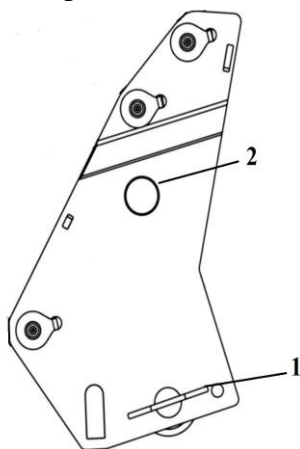

Рисунок 14 – Стойка:
Стойка (см. рис. 14) представляет собой сварную конструкцию, состоящую из двух кронштейнов и соединенные между собой бобышкой поз. 2, при помощи которой фиксируется подъемное устройство на панель навески. Фиксатор поз. 1 предназначен для жесткой фиксации навесного и подъемного устройства.
- 5) работа агрегата с незафиксированной чекой фиксатором (см. рис. 14 поз. 1);
Ввести в зацепление бобышку стойки поз. 2 с пазом на панели навески в соответствии с рисунком 35, и зафиксировать при помощи фиксатора поз. 1 (см. рис. 14). Фиксатор зашплинтовать.